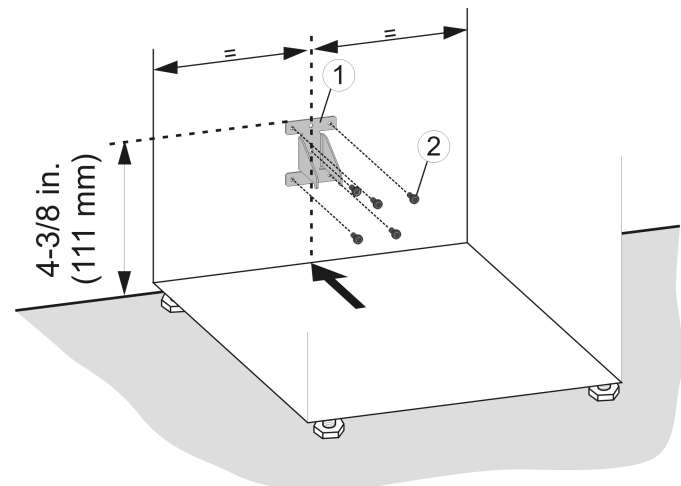

Fig. 12
- ▶ Monte el seguro antivuelco *Fig. 12 (1)* con los tornillos *Fig. 12 (2)* correspondientes.